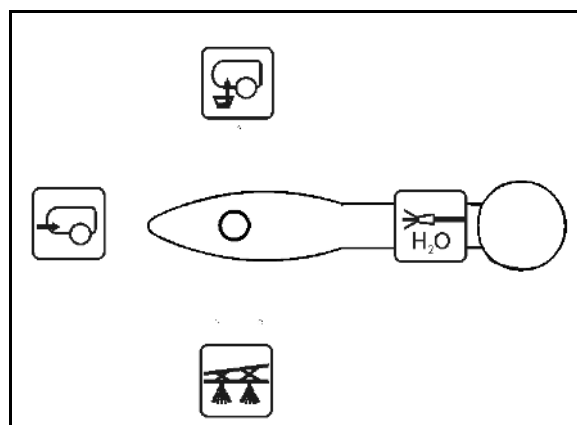

Рис. 95
3. Установите переключающий кран блока нагнетания в положение  (Рис. 95).
11. Установите переключающий кран блока нагнетания в положение  (Рис. 95).